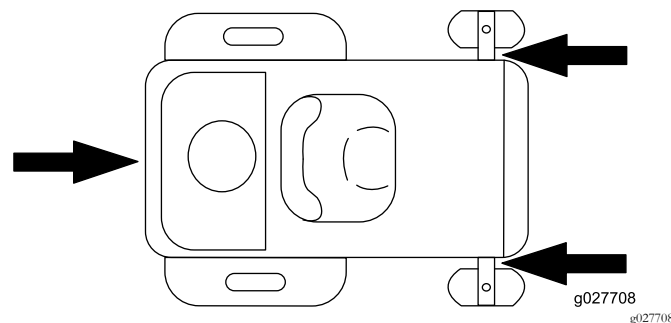

Figure 25
5. Arrimez la machine près des roues pivotantes avant et du pare-chocs arrière (Figure 25).